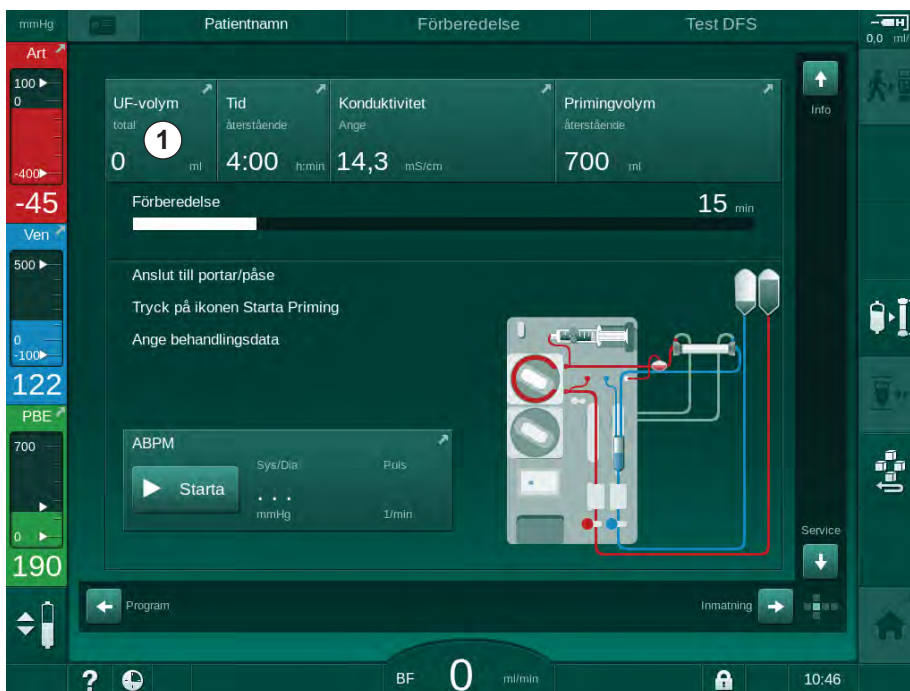

Bild 5-11 Genväg till *Ordination*
1. Växla till skärmen *Behandlingsdata* med hjälp av rullningslisterna och tryck på ikonen *Ordination* eller på genvägen ① på skärmen *Hem* (Bild 5-11).